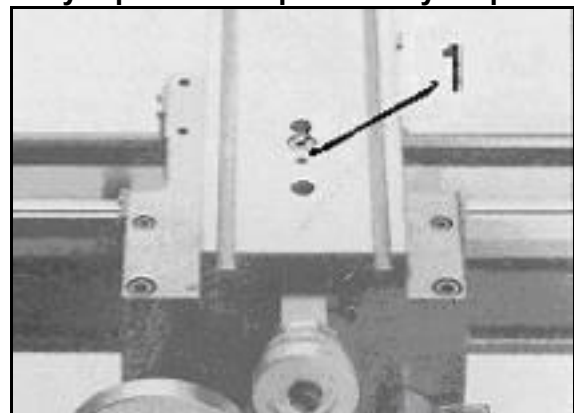

Рис.29
Снимите верхний суппорт и отрегулируйте резьбовой штифт (1, *Рис. 29*) таким образом, чтобы винт был снова без зазора соединен с гайкой.
Открутите две гайки (1, Рис.29) справа на фартуке суппорта и отрегулируйте установочный винты (2) таким образом, чтобы половинки гайки ходового винта без зазора были расположены в своих направляющих. Закрутите гайки и винты.